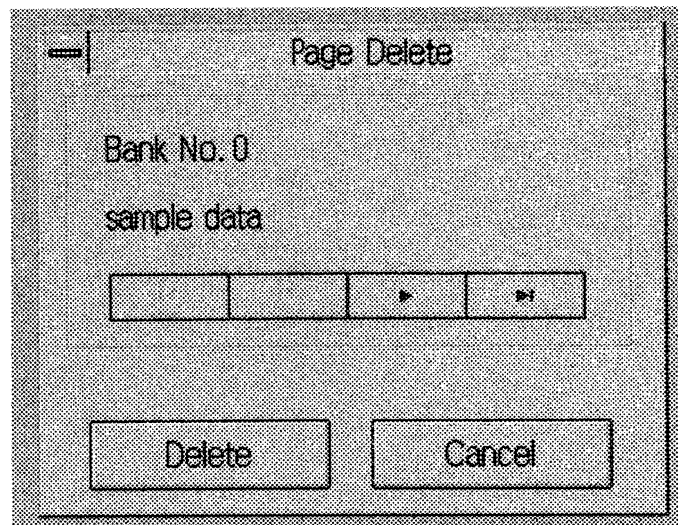

図 7-13
- ・ウインドウの「File」をクリックしプルダウンメニューの「Bank Delete (D)」をクリックします。「BANK Delete」ダイアログ (図 7-13) が開きますので、不要の BANK を選択し「Delete」をクリックします。削除が終わると情報ダイアログが表示されます。